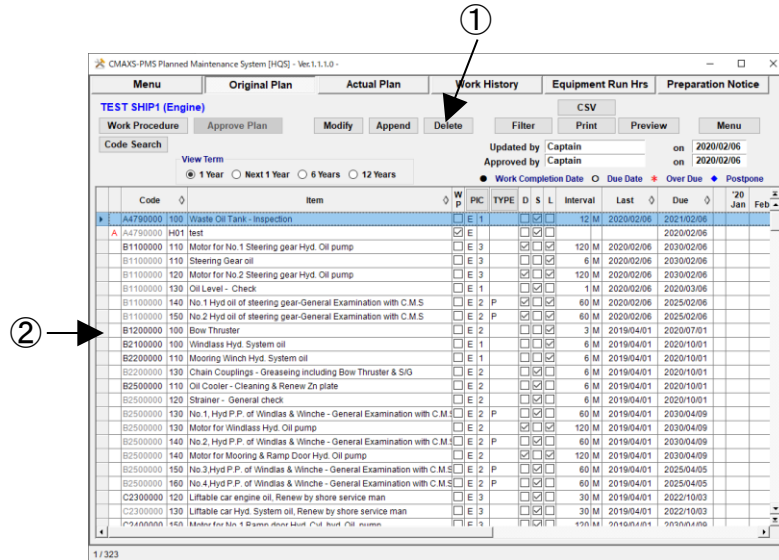

図 11-10 Original Plan 画面
- ① Crew's job を削除する場合には”Original Plan 画面”(図 11-10)の[Delete] ボタンを選択してください。確認メッセージが表示されるので[OK]を選択してください。
- ② 削除した作業項目左側に削除マーク(D)が表示されます。